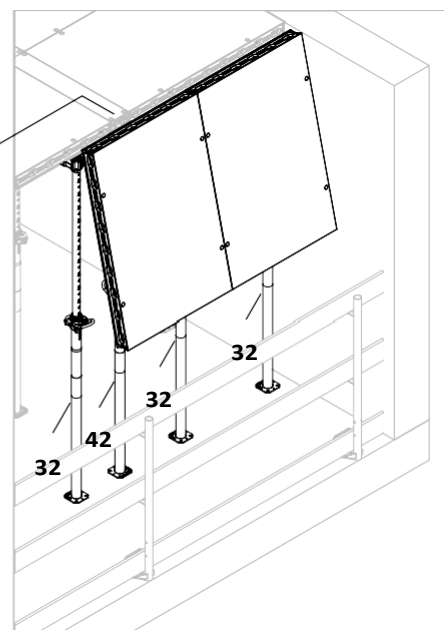

Fig. D4.06b
2. Монтирайте елементите със свързващи скоби в опорните и преподпиращите глави. (Fig. D4.06b+D4.06d)